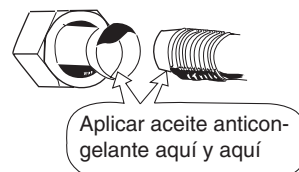

Fig. 6-4
- (1) Aplicar un tapón hermético o una cinta impermeable para impedir la entrada de polvo o agua en los tubos antes de usarlos.
- (2) Asegurarse de engrasar con aceite anticongelante las superficies de contacto del abocardado antes de conectarlas. Esto ayuda a reducir las pérdidas de gas. (Fig. 6-4)